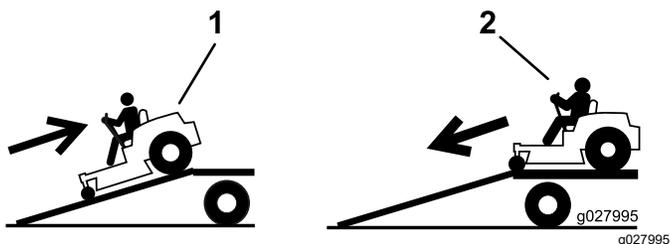

図 33
4. 登りはバックで 図 33。
2. 下りは前進で 図 33。